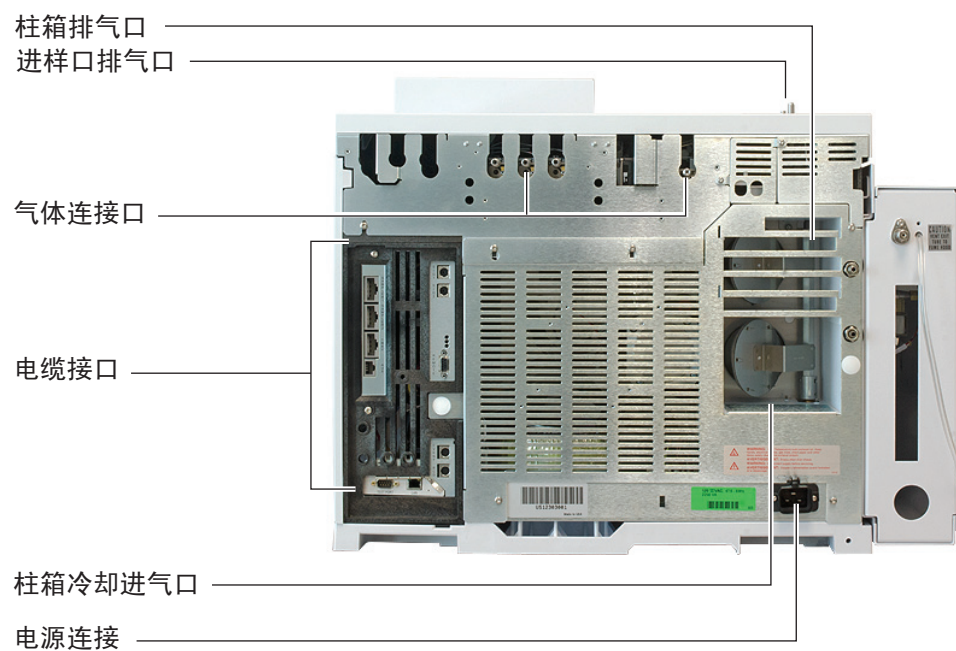

图 2 7890B GC 的后面板
- 1 在 GC 后面的电源线接头附近找到电源标签。（请参见图 2。）将仪器电源设置与实验室线路电压进行比较。请参见下面的“功耗”。